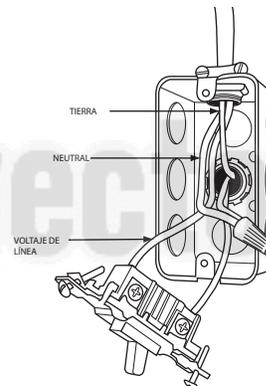

Fig. 27 – Caja eléctrica proporcionada en terreno en la carcasa de horno A190278SP
1. Consulte Fig. 27 al instalar una caja eléctrica.